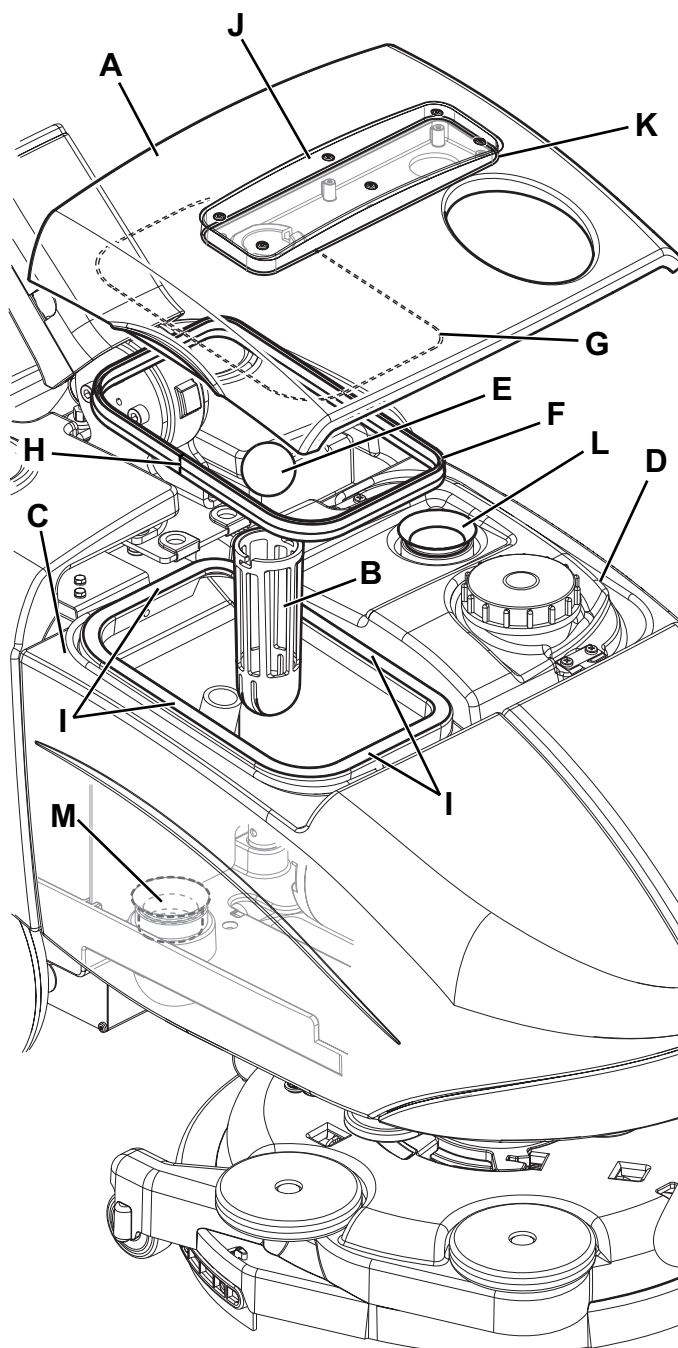

Figure 7
2. Contrôler que la manette (31) du sélecteur de fonctions soit en position «0» et débrancher le connecteur de la batterie (7).
3. Déposer le couvercle (A, Fig. 7), puis nettoyer et laver à l'eau propre le couvercle et la grille d'aspiration (B).
5. Si besoin est, démonter la grille (B) et enlever le flotteur (E), puis nettoyer avec soin et installer à nouveau.
6. Contrôler l'intégrité du joint d'étanchéité (F) du couvercle du réservoir de l'eau de récupération.
3. Ouvrir le couvercle (A, Fig. 7) et contrôler l'intégrité du joint (L) du moteur du système d'aspiration. Si besoin est, déposer le joint de son logement et le remplacer.
4. Déposer le réservoir de l'eau de récupération (C).
5. Contrôler l'intégrité du joint d'étanchéité (M) du conduit pour l'eau de récupération. Le cas échéant, remplacer le joint.